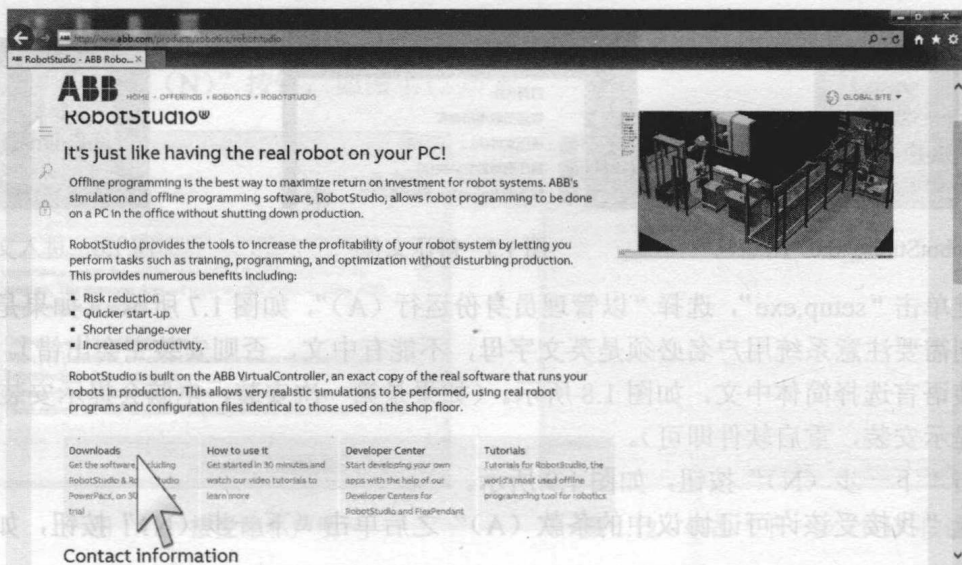

图 1.1 RobotStudio 官网
① 首先打开网页: www.robotstudio.com。
② 进入图 1.1 页面之后单击“Downloads”选项。